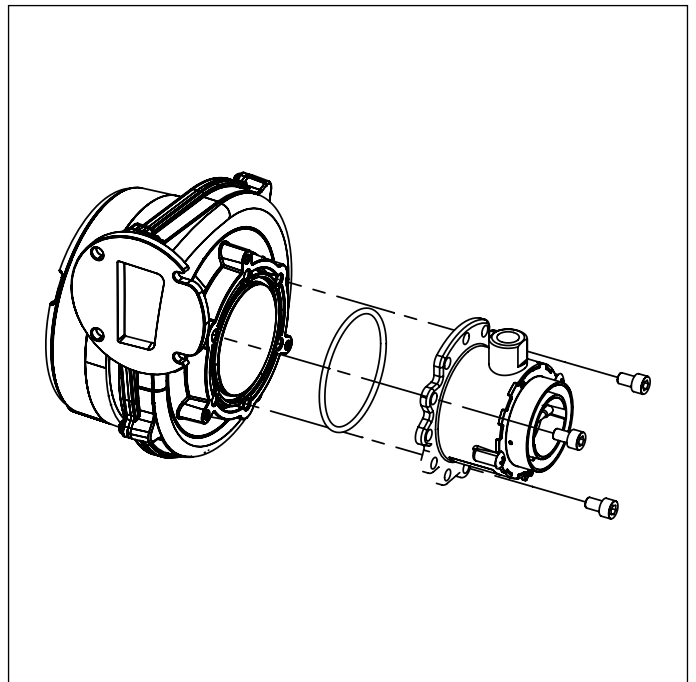

Рис. 38 Смеситель
- Снять смесительный узел, вывернув три шестигранных винта (смотри Рис. 38 Смеситель).